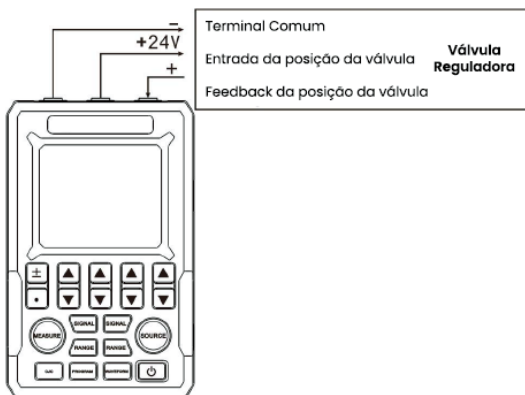

Figura 7: Regulando Válvula
- Conecte os cabos de sinal com base na Figura 7